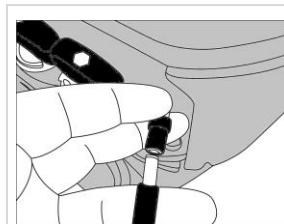

Fig 7
- Branchez la vanne de regulation avec l'adaptateur. Ensuite, branchez l'adaptateur pour mettre l'appareil en marche (**fig 7**).